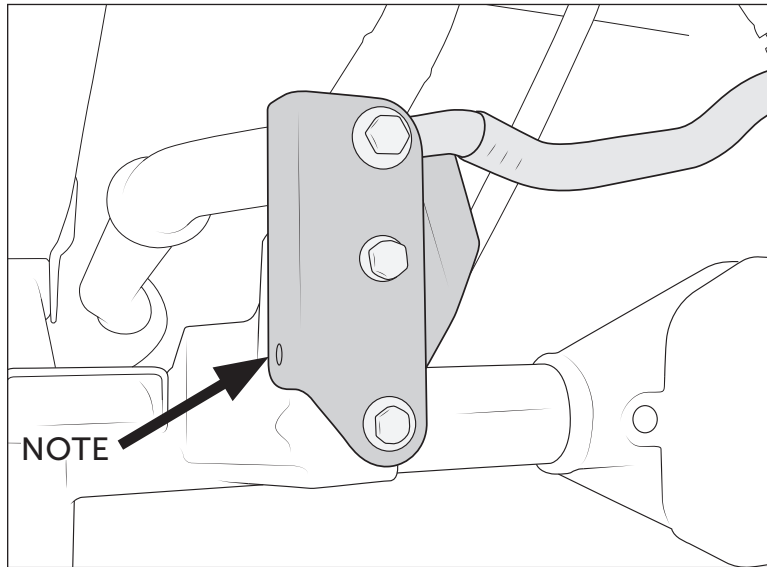

Abb. 7
E. Bringe den Panhardstab mit den mitgelieferten M14 Teilen wieder am oberen Loch an (Abb. 7)
**HINWEIS:** Auf der Außenseite des Panhardstabbockes befindet sich ein zusätzliches Loch. Tests haben gezeigt, dass dies nicht erforderlich ist. Auf Wunsch kannst du jedoch die werkseitige Halterung durchbohren und hier eine zusätzliche Schraube hinzufügen, dies ist nicht im Lieferumfang enthalten. (Abb. 7)
- A. Die hintere Federscheibe am Federsitz der Beifahrerseite anbringen (Abb. 7). Der JL hat mehr Gewicht auf der rechten Seite des Fahrzeuges als auf der linken Seite. Die Beilagscheibe sitzt oben auf dem achsseitigen Isolator. Nicht bei Eco Diesel, V8 und 4XE.